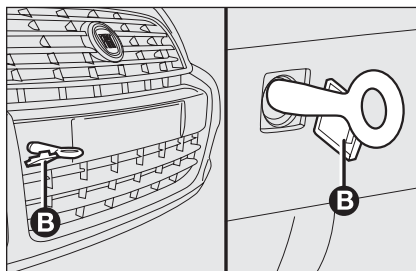

fig. 27
- ☐ asportare lo sportellino anteriore o posteriore **B-fig. 27** utilizzando il cacciavite in dotazione;